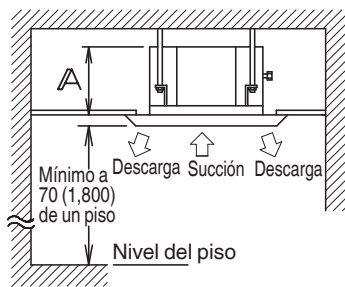

Fig. 1
(1) Seleccione el lugar de instalación que cumpla con las siguientes condiciones y obtenga la aprobación del cliente.
- Donde se pueda garantizar que existe espacio suficiente para la instalación y el servicio. **(Consulte Fig. 1)**